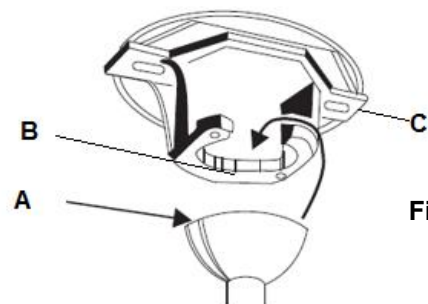

Fig. 7
Eleve el conjunto del ventilador sobre el soporte de armado. Compruebe que la ranura de la llave (A) de la bola de colgado está ubicada en la clavija de la llave (B) del soporte de armado (C) para evitar que el ventilador gire cuando está en funcionamiento. **Fig. 7**
1. Eleve el ensamblaje del ventilador sobre el soporte de armado. (**Fig. 7**)